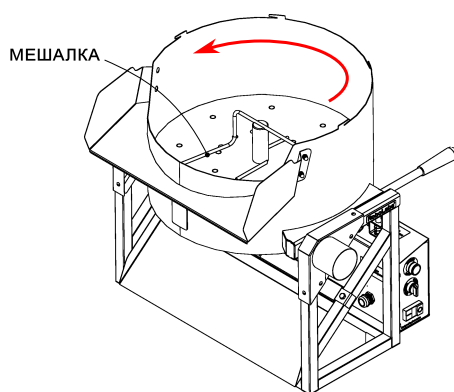

Рисунок 7: Проверка направления вращения мешалки
1. Снимите крышку с котла и включите изделие, нажав кнопку включения. Убедитесь, что мешалка вращается против часовой стрелки, см. Рис.7. Если мешалка вращается по часовой стрелке, отключите изделие от сети и поменяйте местами два любых фазных провода в штепсельной вилке.